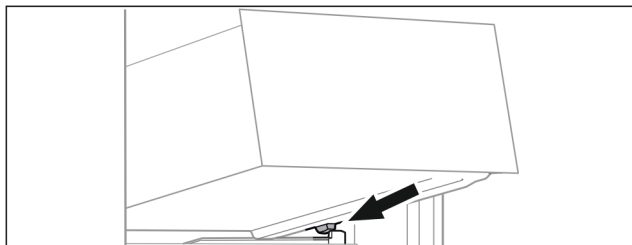

Fig. 100
- ▶ Nasad'te zásuvku šikmo za zarážkami na rebro nádoby. (pozri Fig. 100)